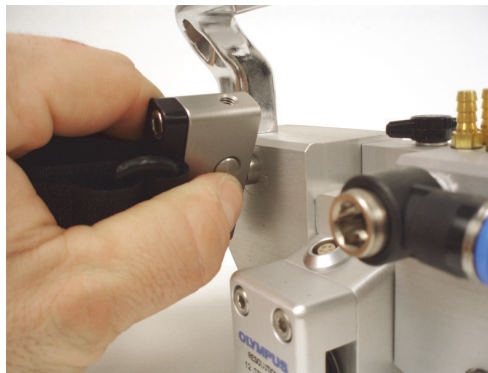

Figura 2-8 Fixação do cabo umbilical
1. Pressione o pino de bloqueio no suporte umbilical, deslize o orifício de montagem sobre o fixador no HSMT-Flex e então libere o pino (Figura 2-8 na página 42).